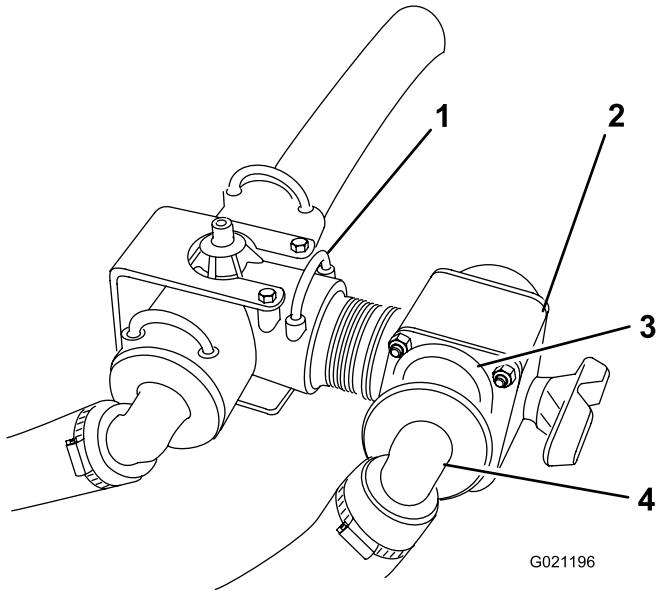

Figura 6
5. Conecte la manguera de los brazos que desconectó en el paso 1 al conector abierto de la válvula de control y sujetela con la horquilla de retención que retiró en el paso 1 (Figura 6).